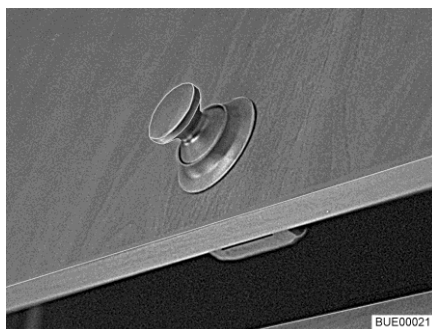
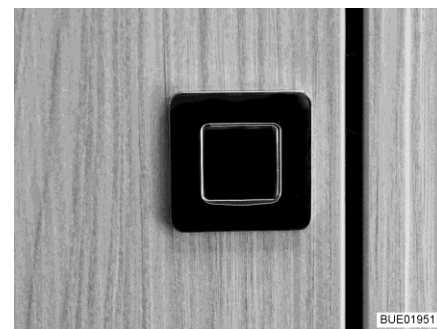

Fig. 50 Sportello del mobile con bottone automatico (tondo)
Fig. 51 Sportello del mobile con bottone automatico (rettangolare)
- Esercitare una pressione sulla parte interna della serratura. Il bottone automatico (Fig. 50 o Fig. 51) scatta all'infuori.